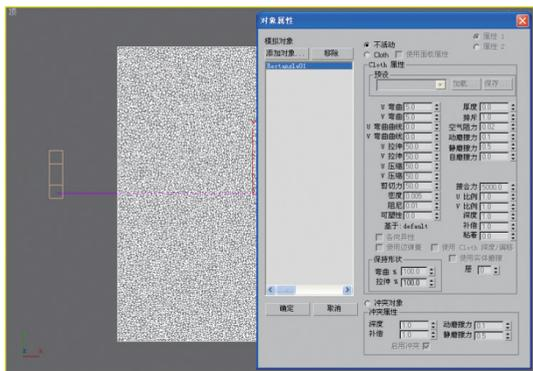

图9-72 【对象属性】对话框
**03** 展开对象卷展栏，单击【对象属性】按钮，打开如图9-72所示的对话框。